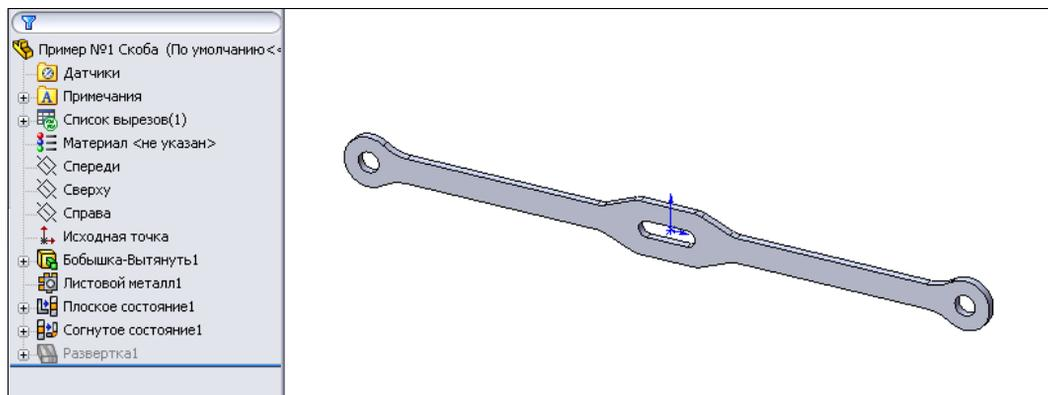

Рис. 4.24
- Нажмем кнопку **ОК** , чтобы закончить преобразование детали. На экране появится сообщение — **Сгибы не были найдены**, на что также нужно ответить **ОК**. В результате вы вернетесь к исходному (плоскому) состоянию детали, но в Дереве Конструирования появятся новые ветви: **Листовой металл1**, **Плоское состояние1**, **Согнутое состояние1** и **Развертка1** (рис. 4.24).